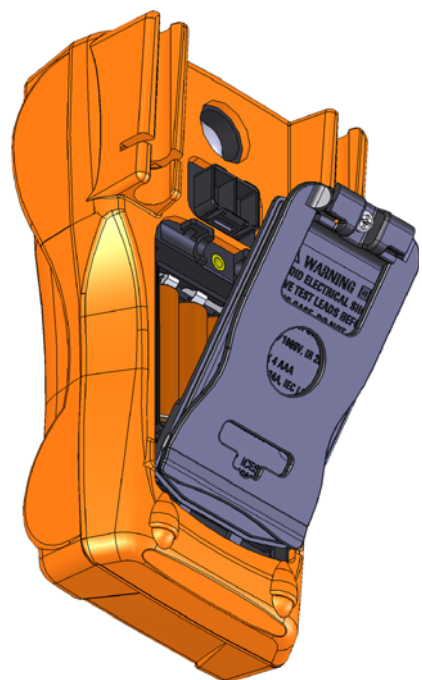

图 1-1 安装电池
- 1 **打开电池盖。**使用适当的 Phillips 螺丝起子拧下螺丝，并取下电池盖，如**图 1-1**所示。